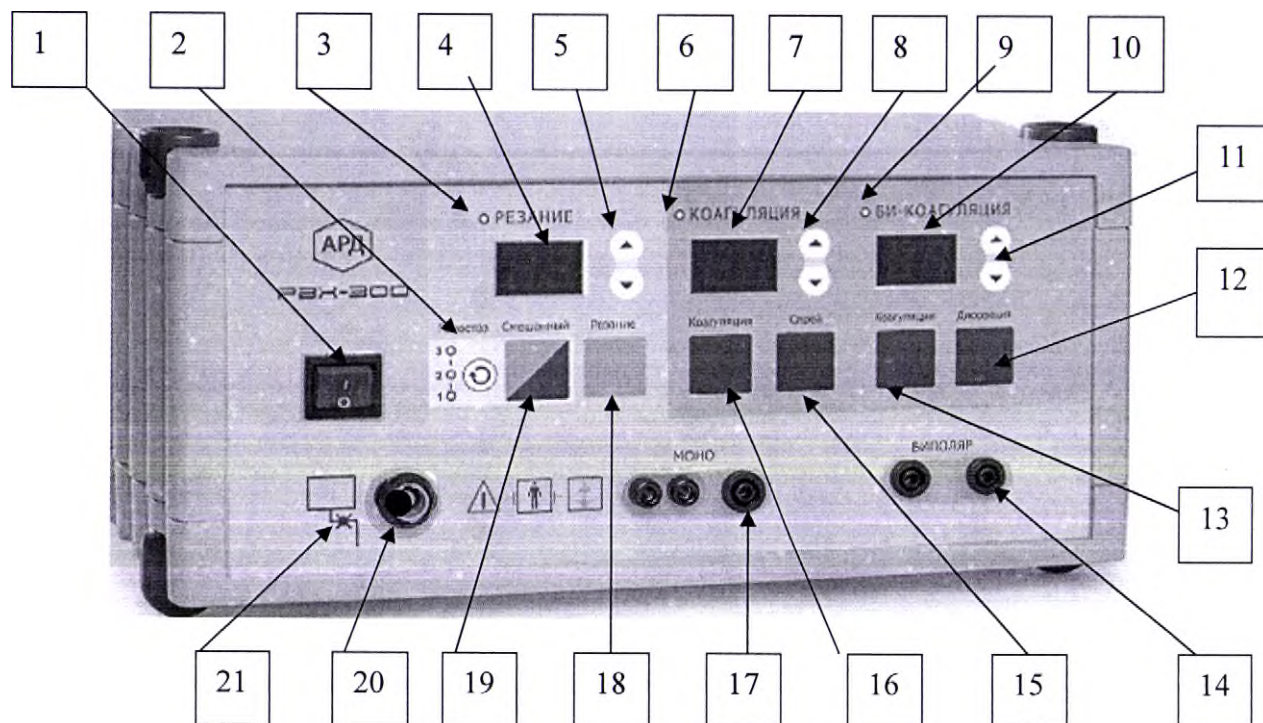

Рис.1. Внешний вид генератора аппарата
6.2.1 Генератор аппарата конструктивно выполнен в металлическом корпусе с лицевой сенсорной панелью (Рис.1). Верхняя и нижняя крышки корпуса являются съёмными. Внутренний объём генератора разделён на верхний и нижний отсек металлической перегородкой (шасси).